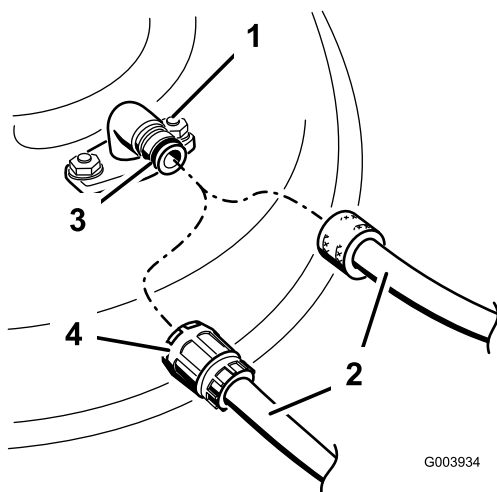

Figura 47
4. Montate il tubo flessibile sul raccordo di lavaggio e quindi aprite il rubinetto per erogare un getto forte (Figura 47).